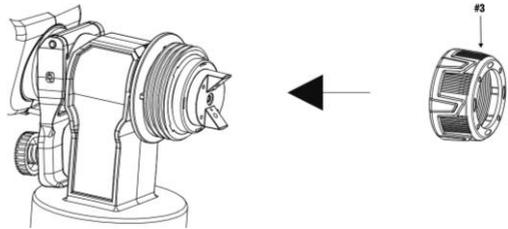

fig. 3
3. Vissez l'écrou-raccord (n° 3) (fig. 3).